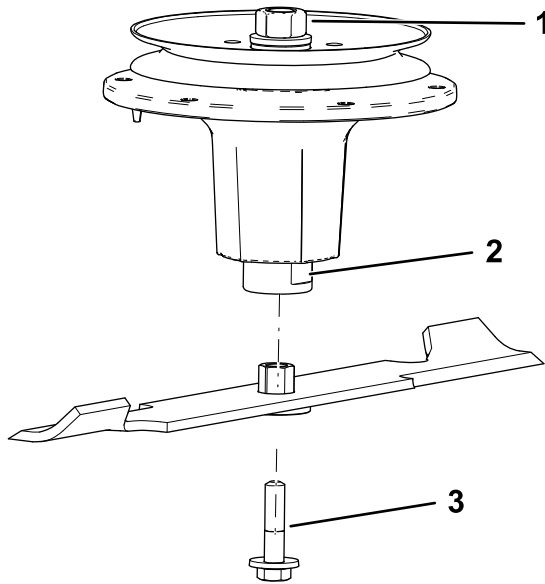

Figura 77
2. Instale el conjunto de buje/cuchilla en el eje (Figura 77).